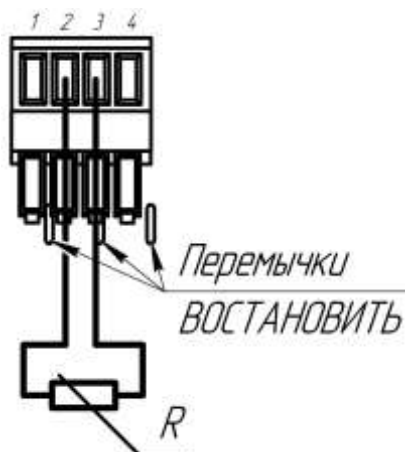
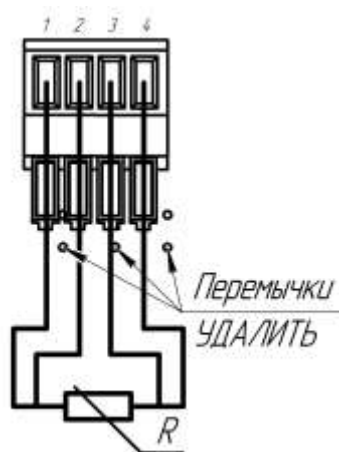
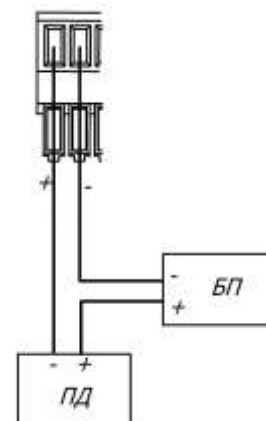

рис. 6.3
рис. 6.4
рис. 6.5
- аккуратно, с помощью отвертки, разрушить герметизирующую перемычку гермоввода, провести кабель через гермоввод, подключить к входным клеммам. В том случае, если выход подключаемого преобразователя расхода имеет полярность - соблюсти полярность. Схемы подключения термометров сопротивления по 4-х проводной и по 2-х проводной схемам изображены на рис. 6.3 и рис. 6.4. Схема подключения преобразователя давления – на рис. 6.5. (ПД – преобразователь давления, БП – блок питания преобразователя давления);
- подключать преобразователи давления с обязательным соблюдением полярности. Преобразователи давления, не имеющие внутреннего источника питания подключать в соответствии со схемой, приведенной на рис. 6.5, рис. 6.9.
- подключение термопреобразователей, по двухпроводной схеме производить в соответствии со схемой, изображенной на рис. 6.3, рис. 6.7 при этом перемычки должны быть установлены;
- подключение термопреобразователей, по четырехпроводной схеме производить в соответствии со схемой, изображенной на рис. 6.4, рис. 6.8 при этом перемычки должны быть удалены.